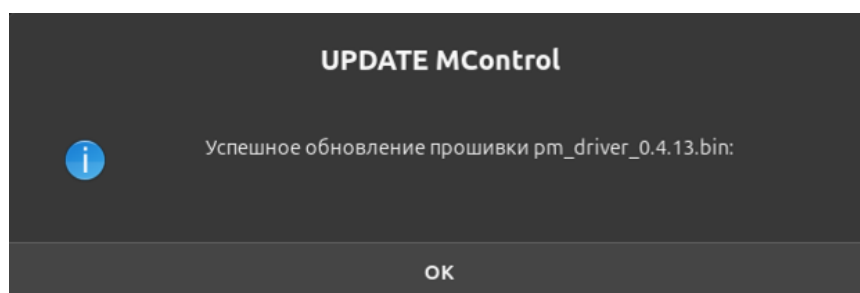

Рисунок II-29 – Уведомление «UPDATE MControl»
7. По окончании обновления отобразится уведомление «UPDATE MControl» (см. Рисунок II-29). Нажмите кнопку «ОК».